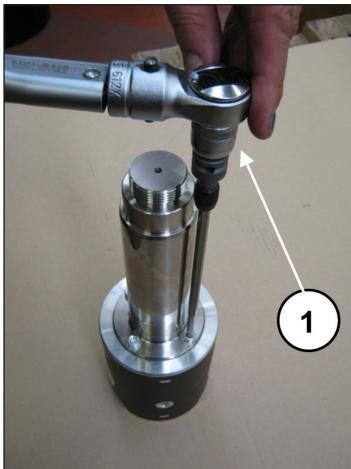

Рис. 46
Зафиксируйте направляющую поршня в тисках с помощью специального инструмента и откалибруйте винты динамометрическим ключом (поз. ①, Рис. 46), как указано в главе 3.